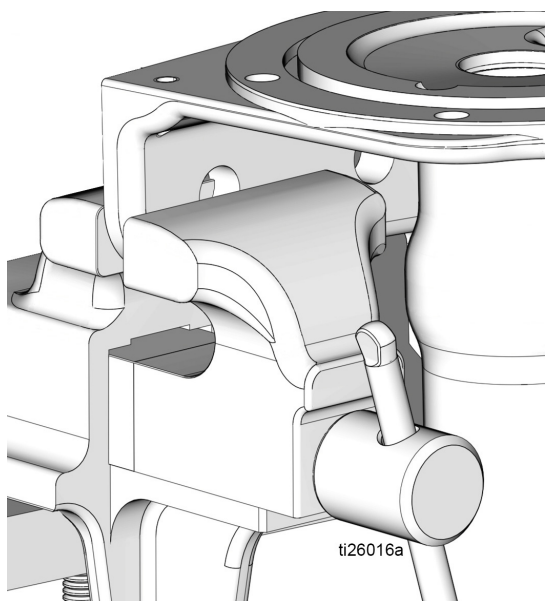

Рис. 29
1. Используйте чистую салфетку для обтирания основания насоса (1) и удаления любой грязи или загрязняющих веществ. Осмотрите поверхность на отсутствие любых царапин или повреждения. Замените насос, если основание насоса повреждено.
2. При необходимости, измените положение основания насоса (1) в тисках, как показано на Рис. 29.